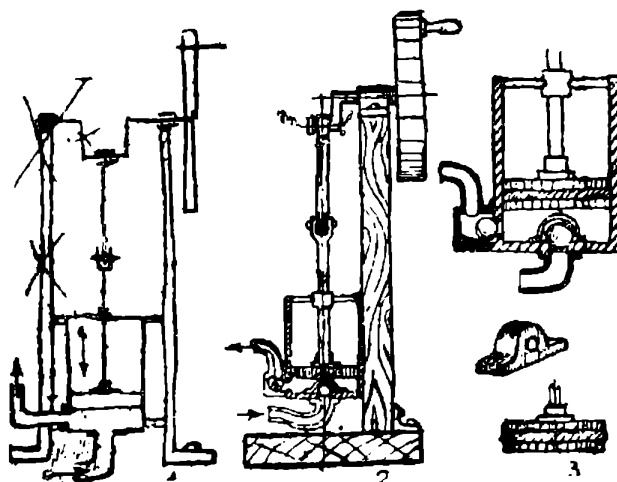

Рис. 7. Последовательная разработка конструкции насоса
Первое дело — схема, упрощенный рисунок насоса, объясняющий расположение главных частей. На рис. 7 (1) дана схема насоса, на ней нанесены цилиндр насоса, поршень, шток,
Теперь можно перейти к дальнейшей разработке. Рисуем уже не схему, а разрез насоса, рис. 7 (2); цилиндр имеет толщину, видно устройство поршня и передача от кривошипа; выясняется крепление подшипника вала и цилиндра на деревянной стойке, указываются клапаны входного и выходного отверстий. При этом выясняются и устраняются все затруднения, легко отыскиваются размеры деталей и определяется их форма.
Последний этап конструирования — рисование частей по отдельности, рис. 7 (3). Выбирается тип клапанов — шариковые или дисковые, поршень и его набойка, маховик, стойка, подшипники и т. д.